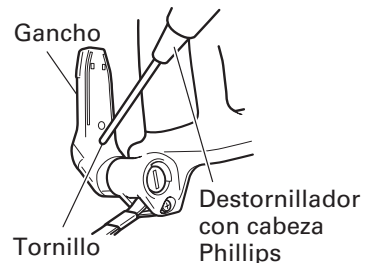
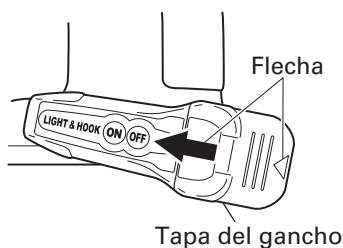

Fig. 10
Fig. 11
- (1) Afloje el tornillo de gancho con un destornillador tipo Phillips (Núm.1). (Fig.10) Quite la tapa del gancho empujando en la dirección de la flecha. (Fig.11)
- (3) Haga coincidir la muesca del cuerpo principal del gancho con el saliente de la tapa del gancho, presione la tapa en la dirección opuesta a la flecha mostrada en la Fig.11 y apriete el tornillo.